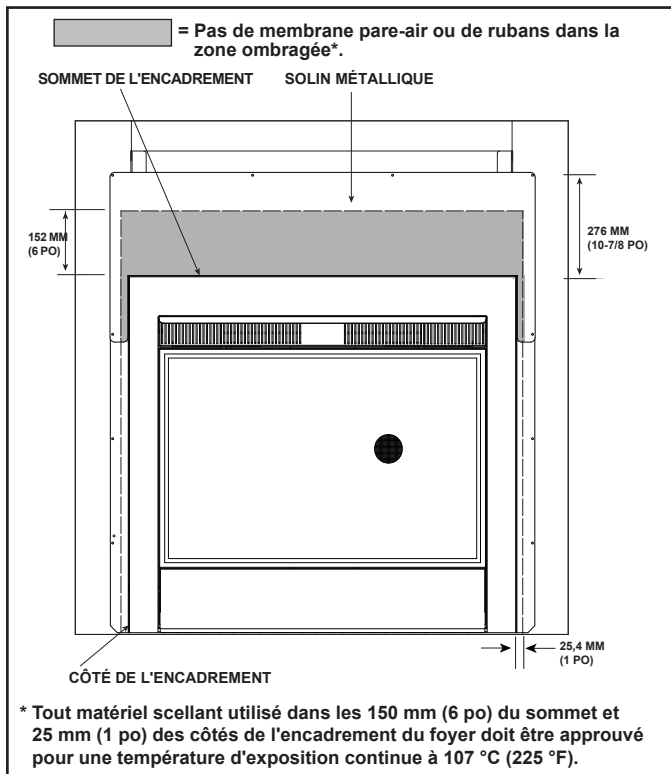

Figure 5.5 Présentation de la vue extérieure sans le revêtement incombustible
Pour la pose de la membrane pare-air/du papier de construction et du revêtement incombustible, se reporter aux figures 5.5 et 5.6.
* **REMARQUE** : Tous les matériaux de finition posés sur le revêtement extérieur doivent être incombustibles à une distance minimale de 276 mm (10-7/8 po) au-dessus et 70 mm (2-3/4 po) de la surface extérieure des deux côtés de l'appareil. Ce matériau de finition incombustible peut avoir une épaisseur maximum de 150 mm (6 po) (dépassement horizontal de 150 mm (6 po) au maximum) pour tenir compte des alcôves en brique ou pierre (voir figure 5.5).